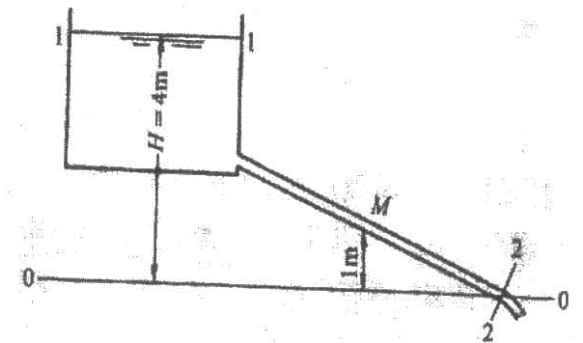

图2 高位水箱引水
2. 用直径  $d = 100\text{mm}$  的管道从水箱中引水。如水箱中的水面恒定, 水面高出管道出口中心的高度  $H = 4\text{m}$ 。如图2所示。管道的损失假设沿管长均匀发生,  $h_f = 3 \frac{v^2}{2g}$ 。要求:
- ①通过管道的流速和流量
- ②管道中点M点的压强  $p_M$